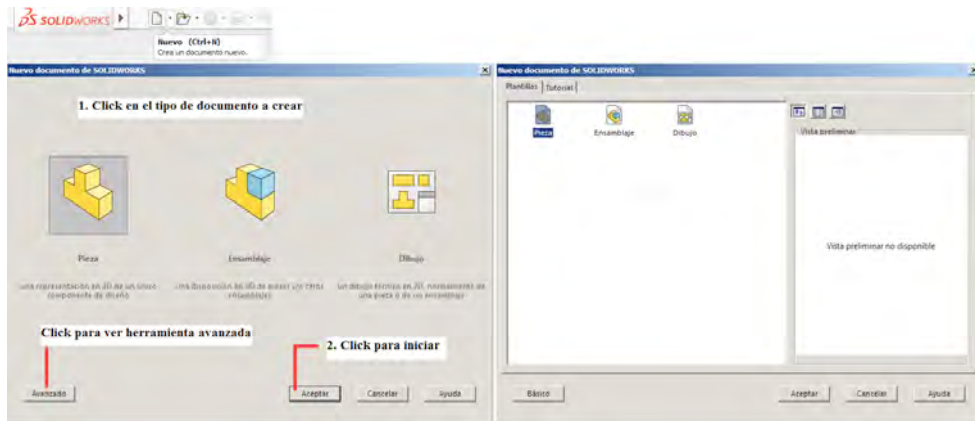

Figura 1-2
1. Se da click sobre el ícono de nuevo, para crear un nuevo espacio de trabajo para el dibujo. En la figura 1-2 se muestra la ventana emergente posterior dar Click en nuevo, donde aparece la venta **Nuevo Documento de SolidWorks**, donde se encuentran tres opciones para crear documentos: **Pieza, Ensamblaje y Dibujo**.